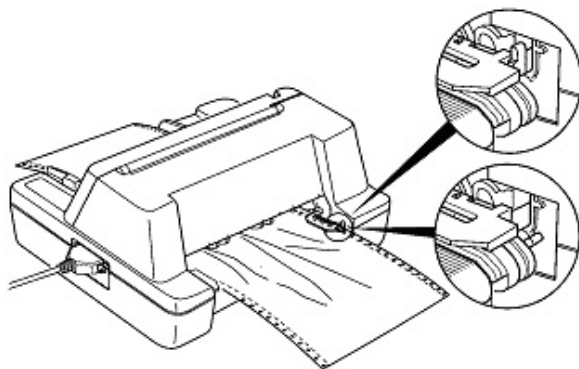

图 3-9 调整连续纸位置
6. 合上拖纸器左右链轮的链轮盖，然后移动拖纸器右链轮把纸拉平，再按下链轮锁定杆将其锁定（如图 3-9）。